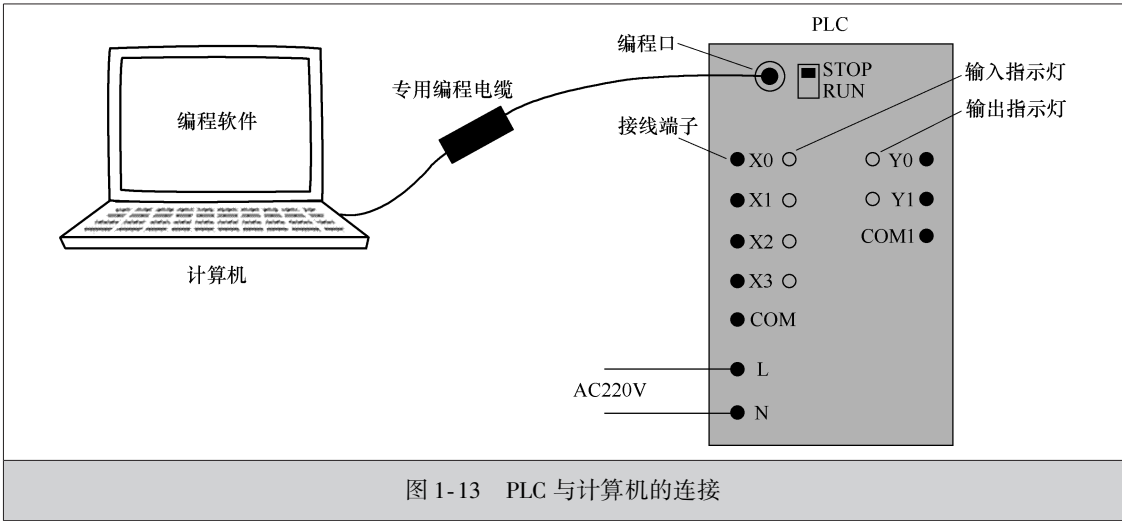

图 1-13 PLC 与计算机的连接
- 1) 用专用编程电缆将计算机与 PLC 连接起来，再给 PLC 接好工作电源，如图 1-13 所示。